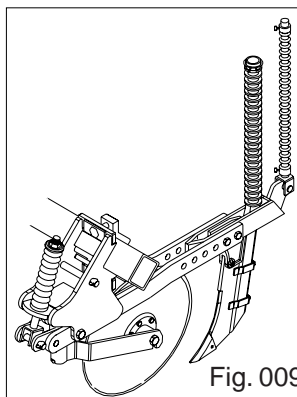

Fig. 009
- **Unidades Adubadoras** – Montadas com Discos ou Sulcadores (Fig. 009).